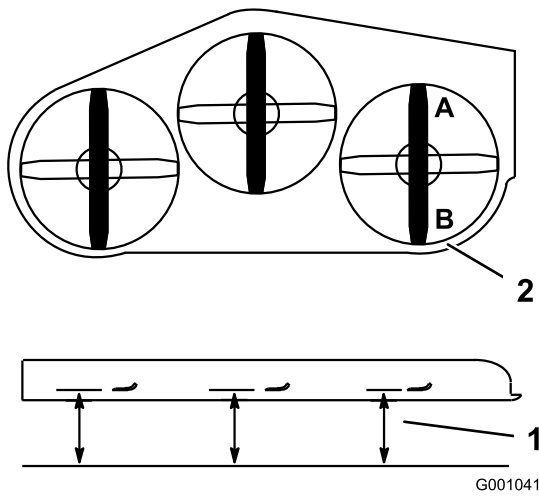

図 84
2. ブレードのうちの1枚を前後方向に向ける。A位置とB位置で、平らな床面からブレードの刃先までの高さを測る (図 84)。